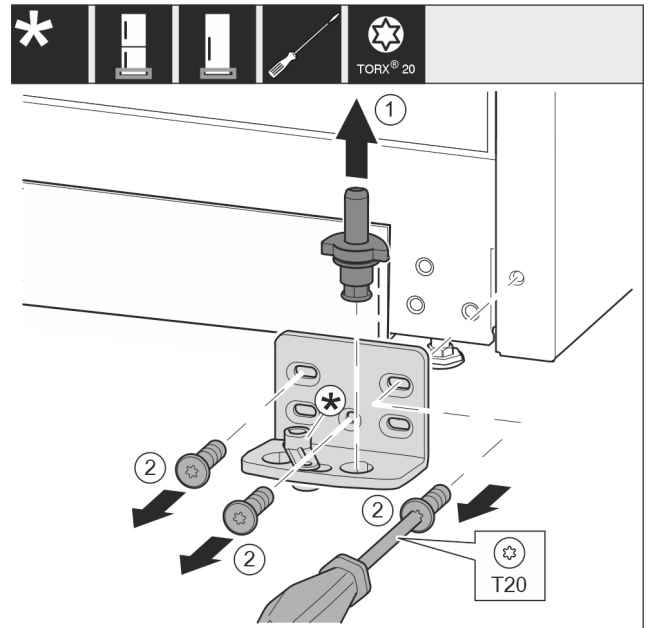

Fig. 15
- ▶ Retirer entièrement l'axe de palier Fig. 15 (1) par le haut.
- ▶ Desserrer les vis Fig. 15 (2) avec un tournevis et retirer le support de palier.